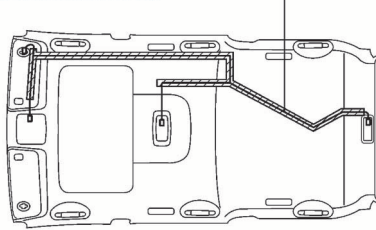

FIG. 79
- Appliquer du ruban adhésif comme illustré (Fig.79).